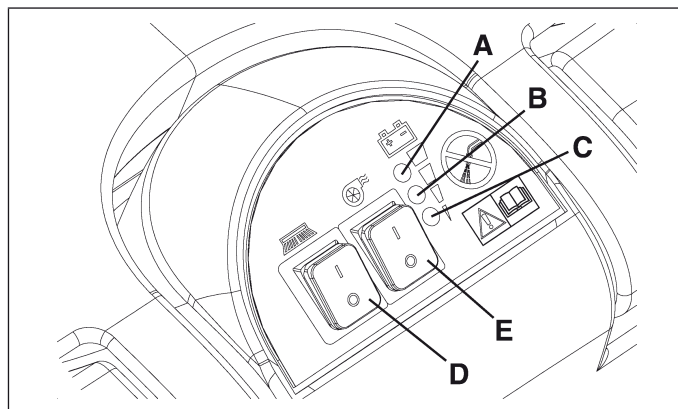

Figure 17
La condition de surcharge est indiquée par le clignotement simultané des trois témoins lumineux (A, B, C, Fig. 17).
4. Tant que le témoin lumineux vert (A, Fig. 17) reste allumé, les batteries permettent le fonctionnement normal de la machine.
1. Positionner les interrupteurs de rotation brosse et d'aspiration (D et E, Fig. 17) sur "0".